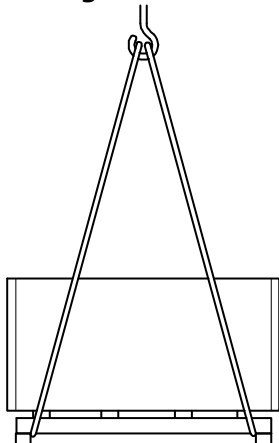

Fig. 2 Transporte con la grúa
1. Fije la cuerda, el cinturón o el dispositivo de suspensión múltiple correspondientes (Fig. 2) a la plataforma/caja.